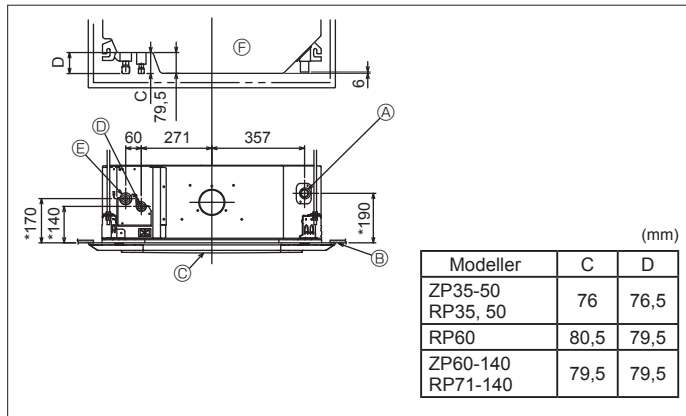

Fig. 3-3
3.3. İç ünite içindeki soğutucu ve drenaj borularının konumları (Fig. 3-3)